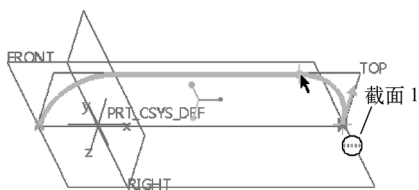

图 4-105 指定截面 2 的位置点
8) 在“截面”面板中单击“插入”按钮, 确保在截面列表中选择“截面 2”, 接着按〈Ctrl+D〉快捷键调整视角, 并在图形窗口中单击图 4-105 所示的位置点。